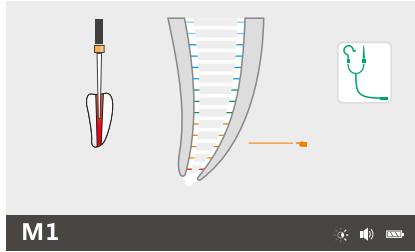

Рис. 18 Корональна і медіальна області
- Рух файла донизу через корональну та медіальну області в напрямку до апексу показано на повному зображенні кореневого каналу, де файл безперервно рухається вниз (рис. 18).